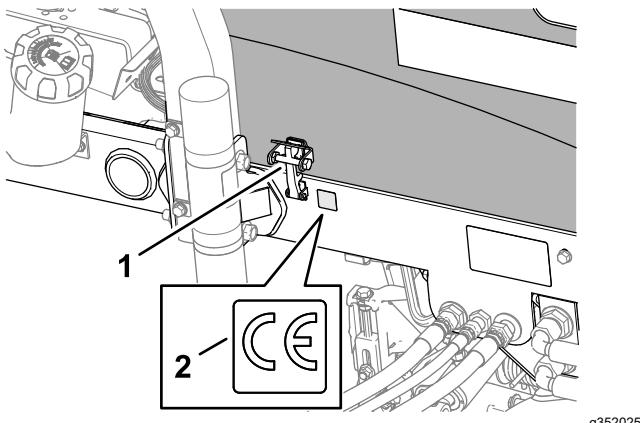

**Рисунок 37**
1. Начисто протрите левую раму рядом с табличкой с номером модели и серийным номером спиртом и дайте раме высохнуть (Рисунок 37).
2. Снимите подложку и приклейте наклейку, указывающую год выпуска, на раму рядом с табличкой с серийным номером, как показано на Рисунок 37.